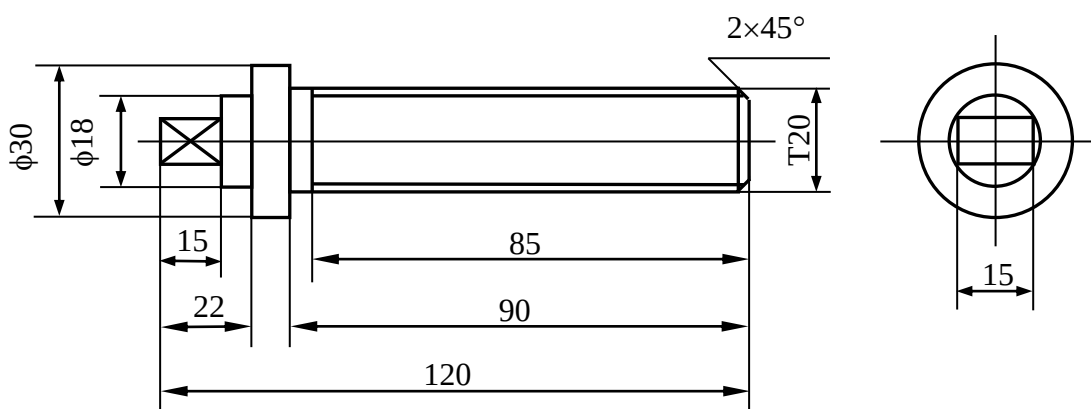

图 1
1、T 形螺杆如图 1 所示。其加工过程如下，请设计加工工艺方案（分出工序、安装、工位、工步及走刀）。